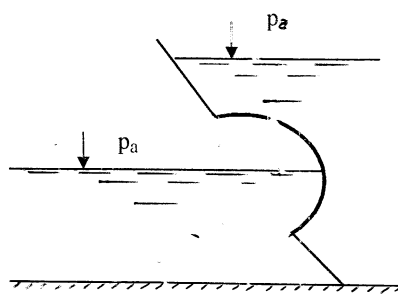

Рис. 5
3.1.-3.2. Построить эпюры горизонтальной и вертикальной составляющих силы избыточного гидростатического давления на цилиндрические поверхности, направляющие которых представлены на рис.5,6.